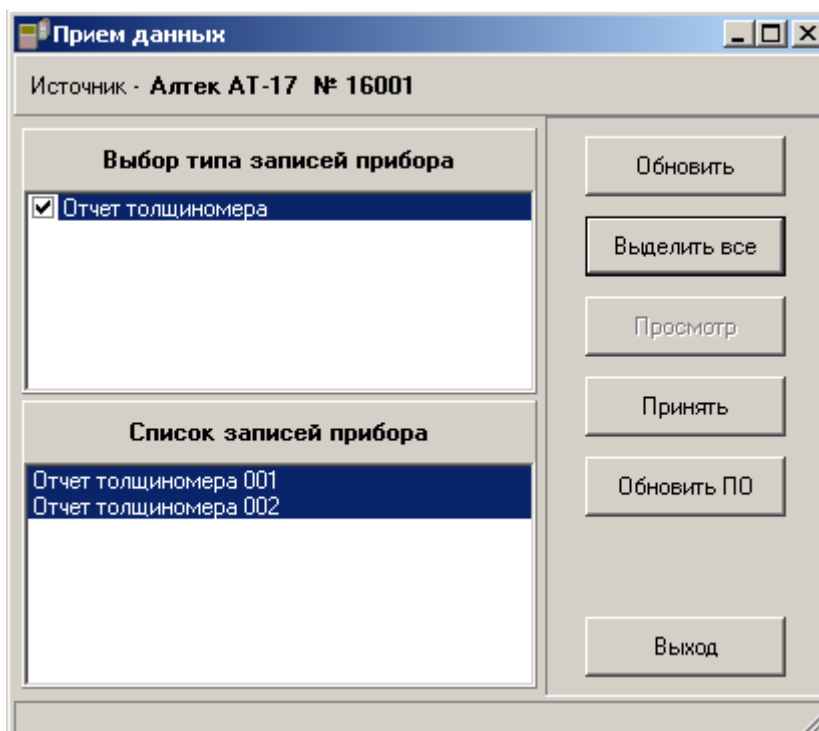

Рисунок 16 – Окно приема данных
- выбрать пункт меню «Данные > Принять из прибора». На дисплее ПЭВМ отобразится окно приема данных из прибора (рисунок 16);